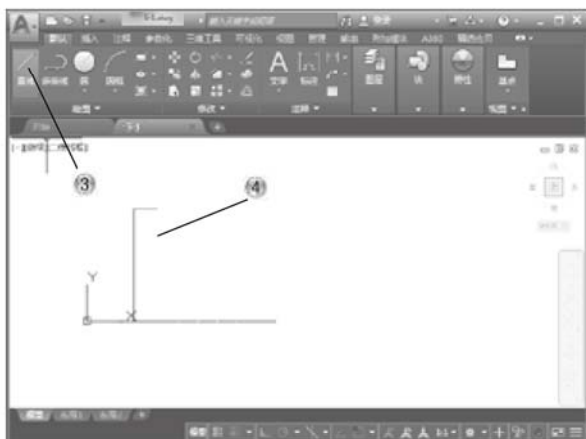

图 5-72
- ③ 单击【绘图】面板中的【直线】按钮, 如图 5-72 所示。
- ④ 在绘图区绘制长度分别为 36、7 的直线图形。